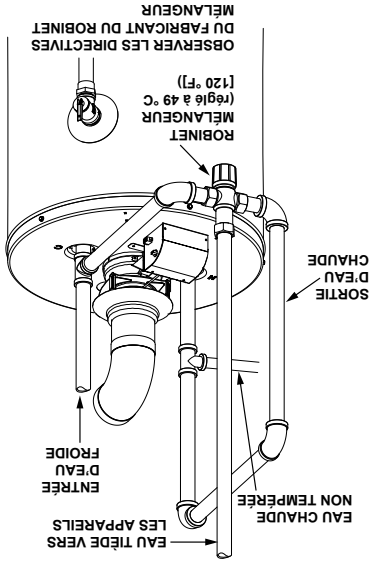

FIGURE 14.
3. Le fabricant du chauffe-eau recommande l'installation d'un robinet mélangeur ou d'un dispositif anti-ébulliantage sur la conduite d'eau chaude domestique de la façon illustrée à la Figure 14. Ce type de dispositif rapidement utilisable sert à abaisser la température de l'eau aux points d'utilisation par le mélange de l'eau chaude et de l'eau froide.